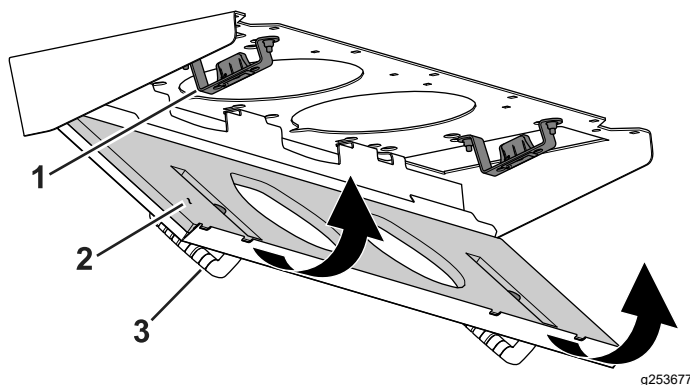

Figura 119
4. Ruotate lo schermo del filtro attorno alle alette, fino a quando il fermo non si blocca nel gruppo di montaggio del fermo (Figura 119).